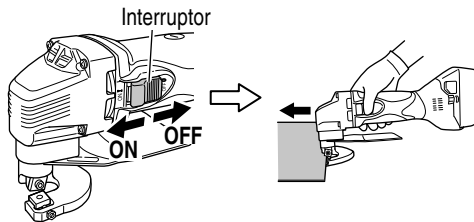

Fig. 8
1. Encienda la unidad. (Fig. 8)
2. Coloque con suavidad la herramienta de aplicación sobre el material y mueva la herramienta de aplicación hacia delante a un ritmo en el que el movimiento no sea ralentizado. (Fig. 8)
Quando corte los paneles finos, nivele horizontalmente la unidad, como se muestra en la Fig. 8. Para facilitar el corte de los paneles gruesos. Si el lado de corte queda hacia la izquierda (Fig. 8), levante ligeramente la parte posterior de la unidad. Y si el lado de corte queda hacia la derecha, levante ligeramente la parte posterior de la unidad.